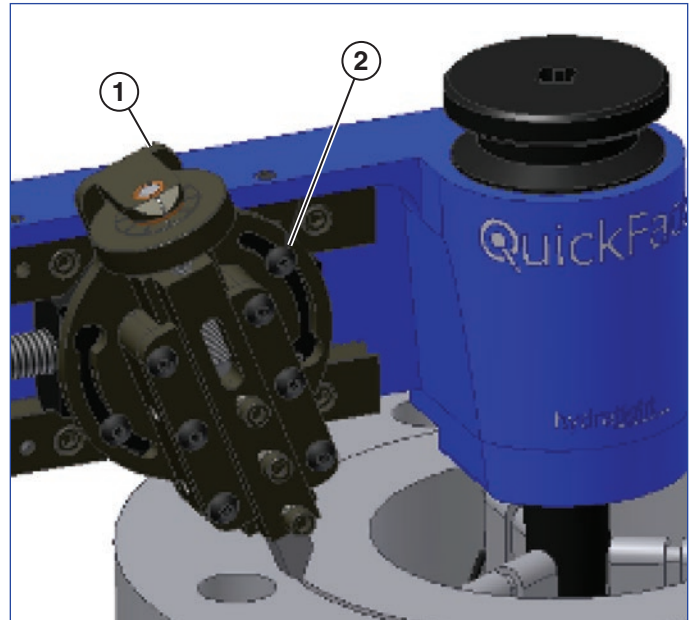

Figura 11
2. Suelte los tornillos del deslizador de giro para inclinar el deslizador de giro. El ángulo preferido del deslizador está entre 10 y 30 grados de la perpendicular. Asegúrese de que el deslizador esté suficientemente inclinado como para que pueda recorrer toda la cara de forma continua sin salirse del recorrido (*véase la Figura 11*). Los cortes de la QuickFace van del diámetro exterior al interior.